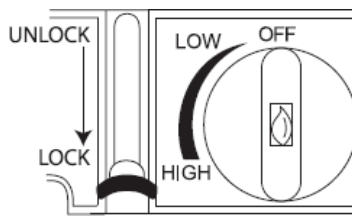

Fig. 3
- Poussez le verrou de la cartouche de gaz jusqu'à la position « LOCK » d'un seul mouvement ferme. (Fig. 3)